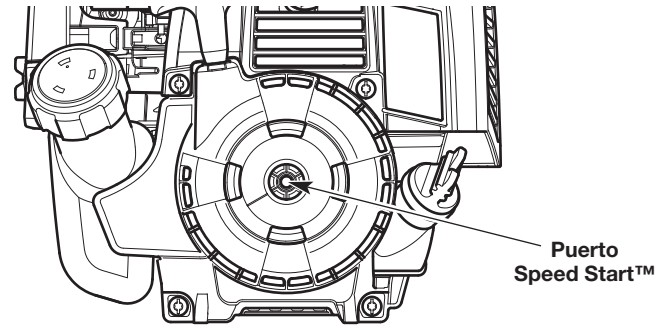

Fig. 20
5. Coloque el accesorio Speed Start™ en el puerto Speed Start™ (Fig. 20). Consulte la sección *Operación* del manual del operador del accesorio Speed Start™.